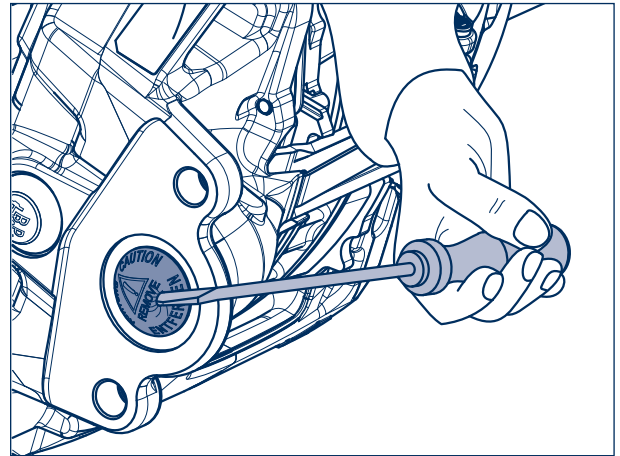

Bild 4
- [6] Stopfen (Bild 4/Pfeil) für die Entlüftung an der nach unten gerichteten Bohrung des neuen Bremszylinders (410) entfernen.
- [8] Bremszylinder (410) ansetzen und mit neuen Befestigungsmuttern montieren.